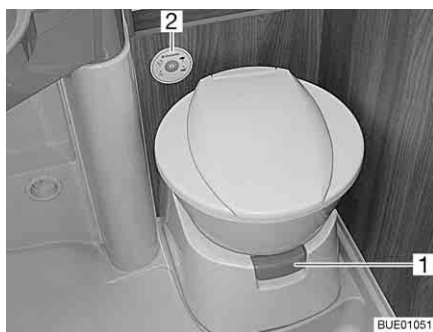
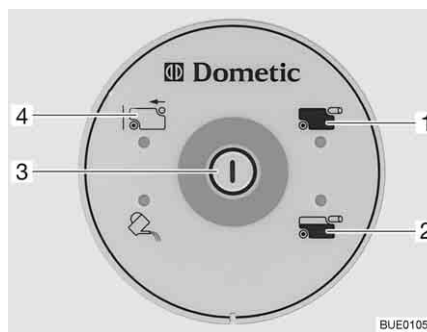

Fig. 285 Cuvette des toilettes avec unité de contrôle et de commande
Fig. 286 Unité de contrôle et de commande toilettes
Faire couler un peu d'eau dans la cuvette des toilettes avant de s'en servir. Appuyer pour ce faire sur le bouton de la chasse d'eau (Fig. 286,3) sur l'unité de contrôle et de commande (Fig. 285,2).
- Avant d'actionner la chasse d'eau, ouvrir le curseur des toilettes. Tirer pour cela sur le levier du curseur (Fig. 285,1).
- Pour actionner la chasse d'eau, appuyer sur le bouton (Fig. 286,3).
Le voyant de contrôle (Fig. 286,2) s'allume lorsque le réservoir pour matières fécales est au 3/4 plein.
Le voyant de contrôle (Fig. 286,1) s'allume lorsque le réservoir pour matières fécales doit être vidé.
- Enfoncer le levier du curseur (Fig. 285,1). Le curseur se ferme. Pour la vidange il **faud** que le curseur des toilettes soit fermé.
- Faire légèrement basculer le réservoir pour matières fécales puis l'enlever complètement. Sur l'unité de contrôle et de commande est allumé l'indicateur "Réservoir pour matières fécales retiré" (Fig. 286,4).